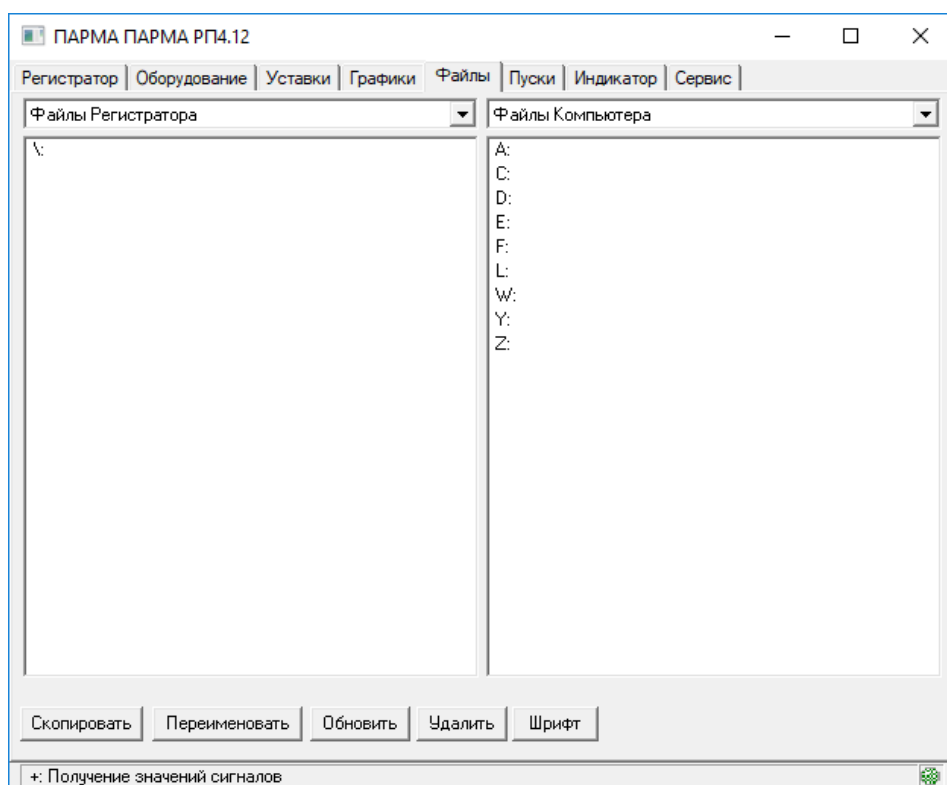

Рисунок 21 – Окно вкладки «Файлы»
- Рисунок 21 – Окно вкладки «Файлы»